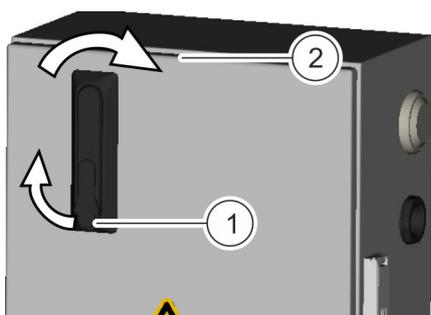

Abb. 21: Gehäusetür öffnen
2. ➤ Gehäusetür öffnen. Dazu den Schwenkhebel erst ausklappen (Abb. 21/1) und anschließend im Uhrzeigersinn drehen (Abb. 21/2).